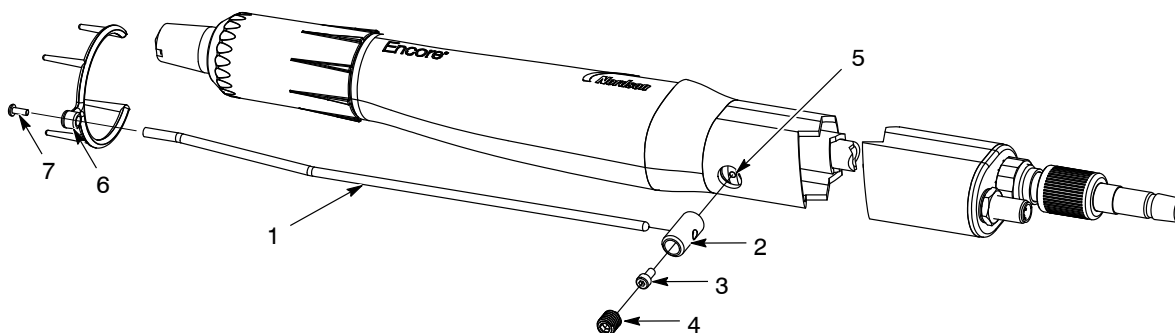

Рис. 3-5 Монтаж приемника ионов – распылители с монтажной трубкой
ПРИМЕЧАНИЕ: Монтажное отверстие для приемника ионов должно быть обращено к передней части распылителя, как показано на рис. 3-5. Если монтажное отверстие для приемника ионов обращено назад, его следует перевернуть наоборот, чтобы обеспечить доступ к пластине заземления в узле заднего корпуса. Если необходимо, снять трубку, выполнив операции 1–7 процедуры разборки крепления распылителя для монтажа на трубке, стр. 7-2, затем перевернуть трубку и собрать распылитель.
1. См. рис. 3-5. При наличии пробки вывернуть ее из монтажного отверстия (5).
2. Закрепить столбик (2) на пластине заземления винтом с шестигранным шлицем (3).
3. Вставить стержень приемника (1) в столбик и зафиксировать при помощи установочного винта с нейлоновым наконечником M10 x 10 (4).
4. Винтом M3 x 8 (7) закрепить многоточечный наконечник (6) на стержне приемника.